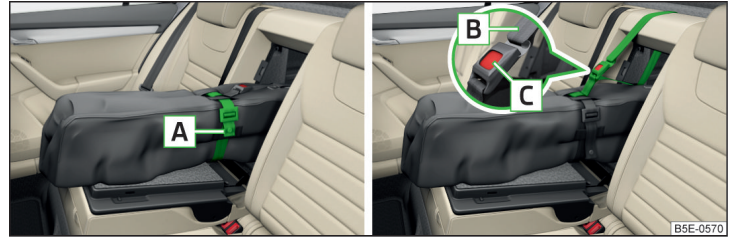

Abb. 113 Band anziehen / Durchladesack sichern
- › Das Zugband **A** um die Skier **vor** den Bindungen festziehen » Abb. 113. Das Band muss die Skier fest umfassen.